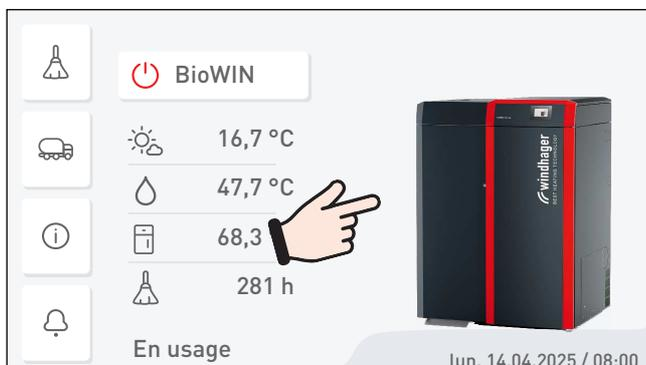

Fig. 15 Écran d'accueil
- ▶ Appuyer brièvement sur l'InfoWIN Touch pour allumer l'écran, puis appuyer sur écran d'accueil – Fig. 15.